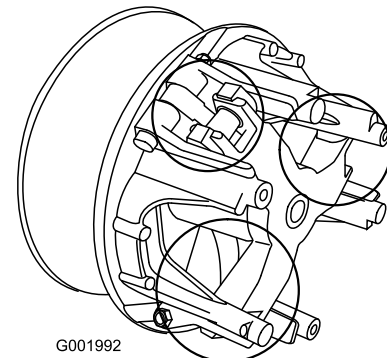

図 59
5. 図 59 でで○で囲んで表示している部分の可動部に Toro ドライ潤滑剤（Toro 代理店で購入可能）をスプレーする。